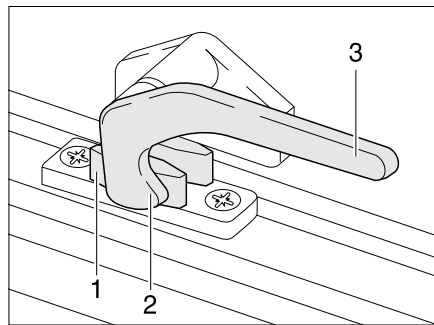

Bild 72 Verriegelungshebel in Stellung "geschlossen"
- Den Verriegelungshebel (Bild 72,3) eine viertel Umdrehung zur Fenstermitte hin drehen.
- Den Verriegelungshebel (Bild 72,3) eine viertel Umdrehung zum Fensterahmen hin drehen. Die Verriegelungsnase (Bild 72,2) liegt auf der Innenseite der Fensterverriegelung (Bild 72,1).
- in Stellung "fest verschlossen" (Bild 72).